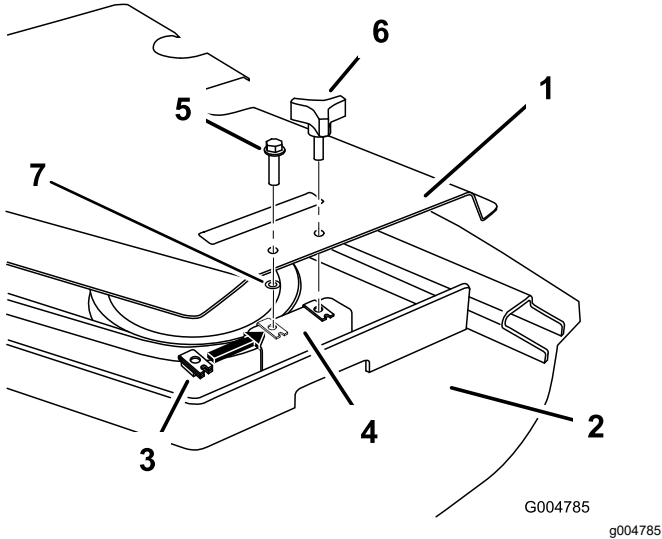

Bild 8
3. Setzen Sie eine Befestigungsmutter in das vordere Loch an der Mähwerkhalterung ein (Bild 8).
4. Befestigen Sie die Riemenabdeckung mit der Schraube (5/16" x 1¼") und Steckmutter (5/16"), wie in Bild 8 abgebildet.